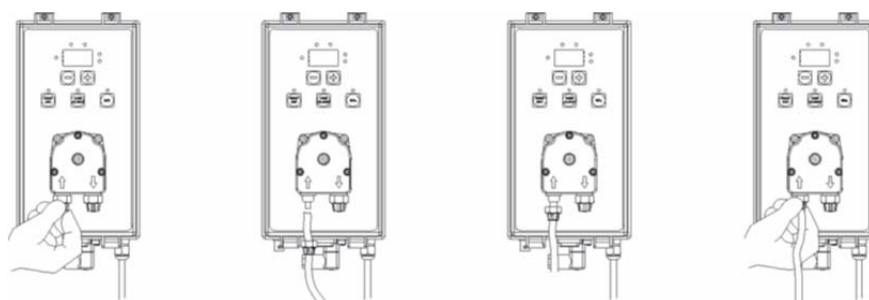

Рис. 4
d. – Пропустите шланг через гайку, одновременно проталкивая и вращая, вставьте шланг в коническое соединение ниппеля (зажим шланга), поворотом гайки зафиксируйте шланг. (Рис. 4)